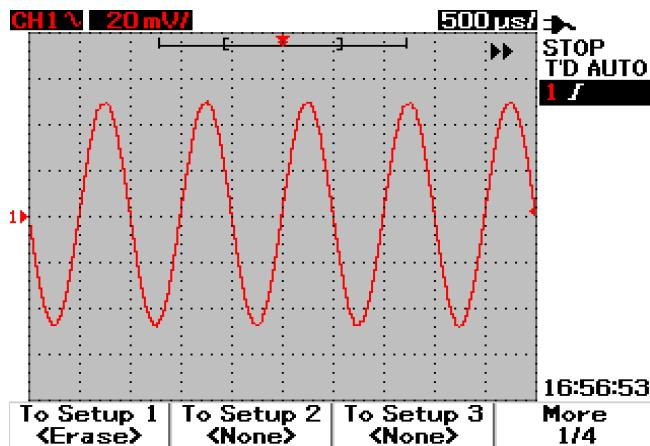

图 3-44 <None> 显示表示没有保存设置文件。Setup 1 中的 <Erase> 表示可以从内部存储器删除设置文件。
- 4 在图 3-44 中，按 F1 可从 Setup 1 删除配置设置。